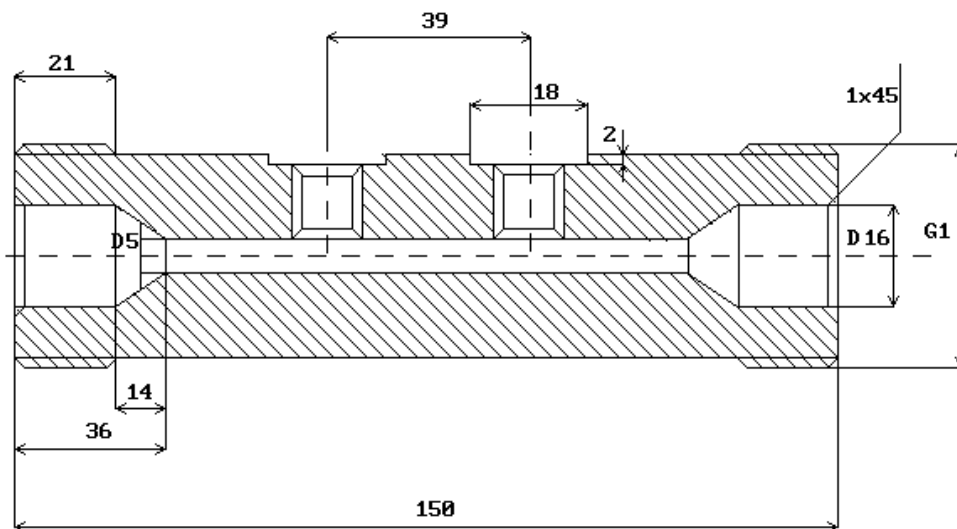

Figura 1. Rezistența hidraulică
**Rezistența hidraulică**, prezentată în figura 1, este montată pe conducta în care se reglează debitul de lichid. Prizele de presiune sunt amplasate la capetele ștrangulării.